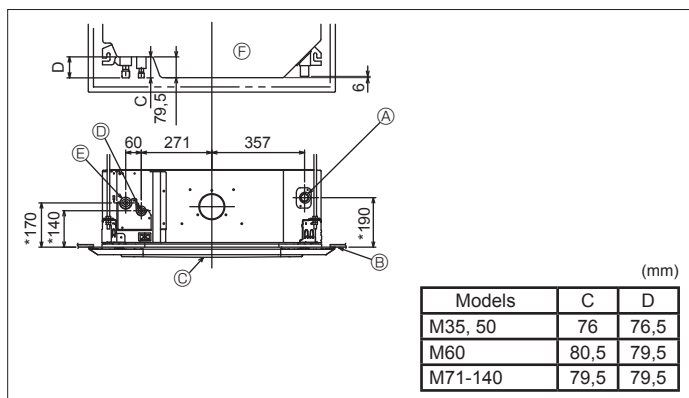

Fig. 3-3
3.3. Locaties van koelleidingen en draineerbuizen van het binnenapparaat (Fig. 3-3)